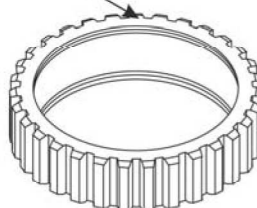
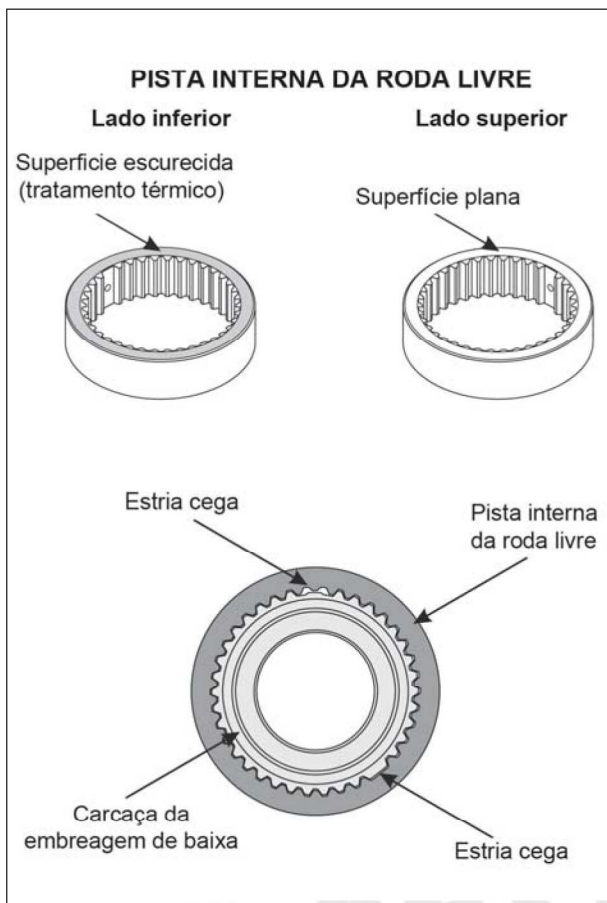
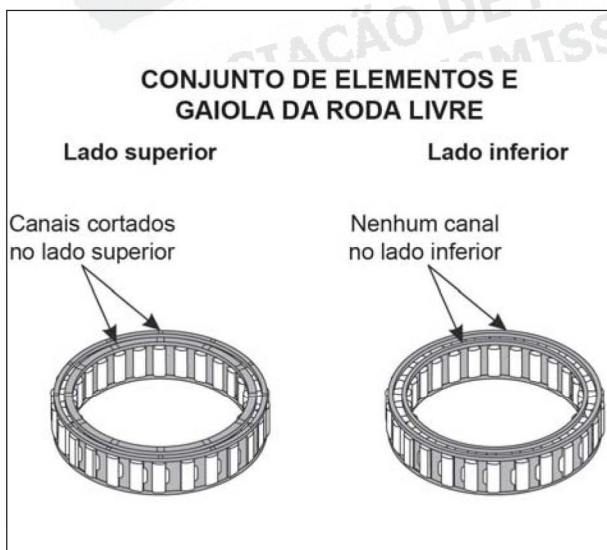
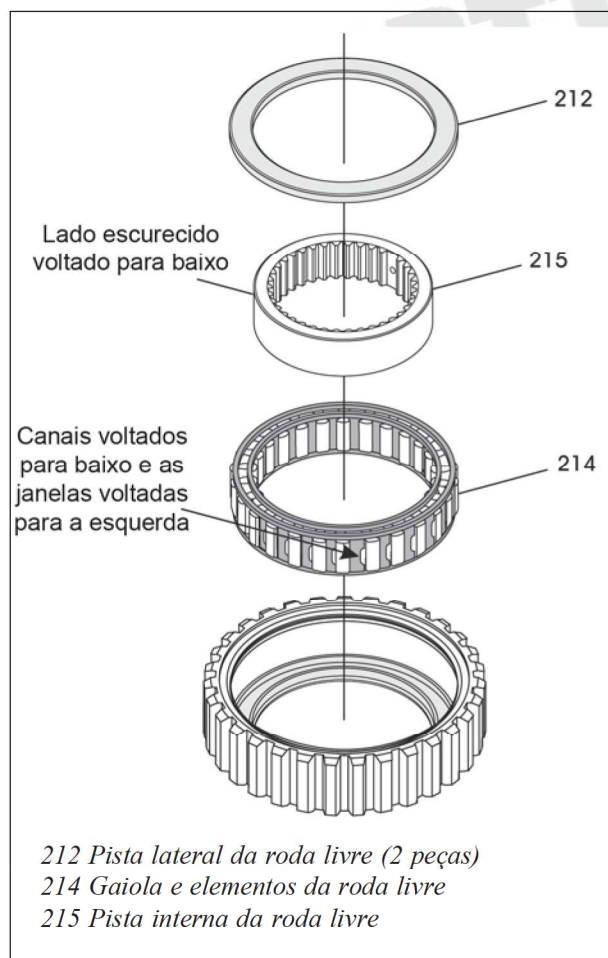

Figura 136
Figura 137
Figura 138
Figura 141
A roda livre pode ser montada de maneira errada facilmente. A figura 135 mostra a maneira correta como a roda livre vai montada na carcaça da embreagem de baixa. Existem contudo três peças que possuem montagem direcional. Note na figura 136 que a pista externa possui um rebaixo e é chanfrada na parte inferior e seu lado superior é plano. Veja ainda que na figura 137 se indica que a pista interna é escurecida (tratamento térmico) no seu lado superior e possui duas estrias cegas, um macho e outra fêmea. Desde que as estrias cegas também são fora de alinhamento, isto torna a pista interna direcional e não se ajustará na carcaça da embreagem de baixa se estiver de cabeça para baixo. Veja ainda na figura 138 que a gaiola da roda livre e elementos possuem canais cortados na parte superior e nenhum canal na parte inferior.
5. Instale a gaiola da roda livre e elementos na pista externa, conforme mostra a figura 141.
Os canais na gaiola plástica (veja figura 138) devem estar voltados para baixo e as janelas voltadas para a esquerda, conforme mostra a figura 141.
6. Lubrifique e instale a pista interna na gaiola com os elementos, conforme mostra a figura 141, utilizando um movimento anti-horário.
A pista interna deve ser instalada com o lado escurecido voltado para baixo de maneira que as estrias cegas fiquem alinhadas para instalação (veja figura 137).
7. Instale a segunda placa de apoio lateral na direção mostrada na figura 141 e empurre-a contra a gaiola da roda livre.